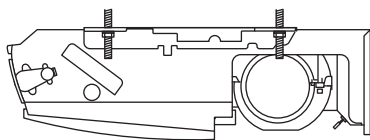

Abb. 3-15
- c) Die beiden Sechskantmutter an jedem Hängeanker festziehen, um die Inneneinheit aufzuhängen, wie in Abb. 3-15 gezeigt.